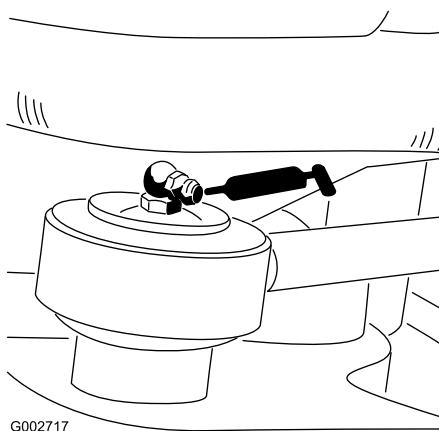

Figura 24
- Extremo de la biela de la dirección (1) (Modelo 08705 solamente) (Figura 24)